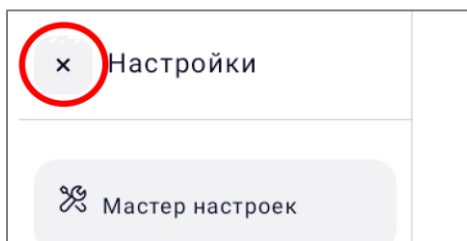

Рисунок 33
- вернуться к главному окну ПО по нажатию кнопки  (рисунок 33);